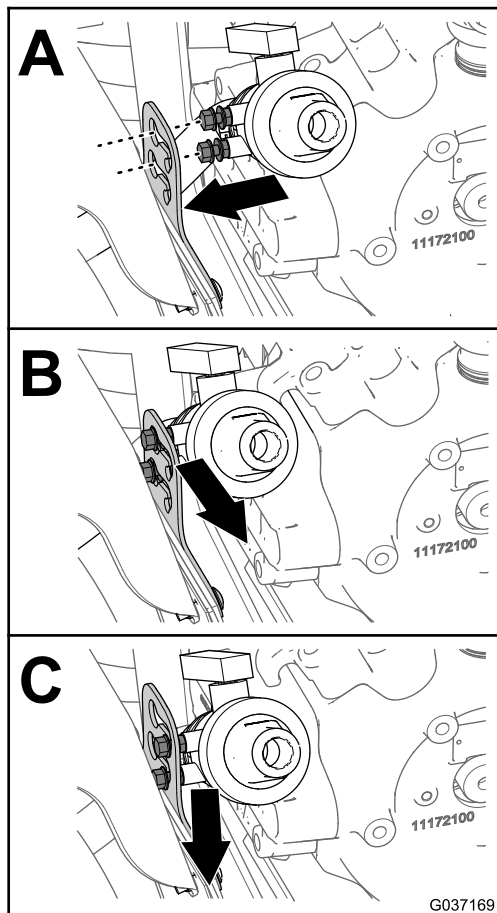

Figure 16
- Alignez les contre-écrous du robinet de vidange et les fentes en trou de serrure du support du robinet de vidange (A de la Figure 16).
- Déplacez le robinet de vidange vers l'extérieur pour le fixer à son support (B et C de la Figure 16).